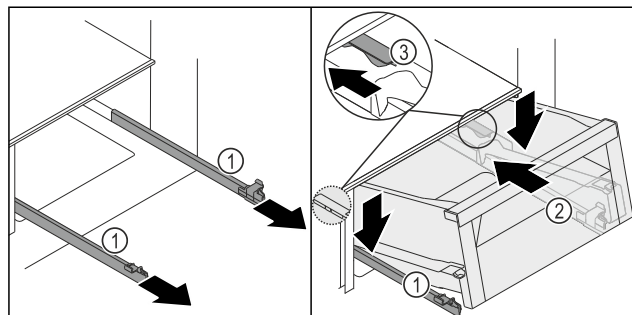
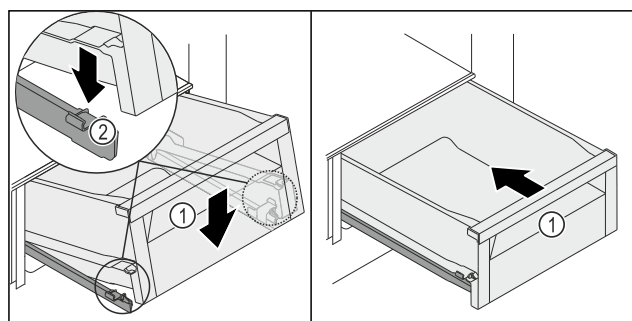

Fig. 200
Fig. 201
- Držite vodila Fig. 200 (1) in predal Fig. 200 (2) od zgoraj za omejevalnikom Fig. 200 (3) položite na vodila Fig. 200 (1).
- Predal Fig. 200 (2) potisnite nazaj po vodilih Fig. 200 (1) do konca.
- Predal Fig. 200 (2) spustite spredaj tako, da predal zdrsne v objemko Fig. 201 (2) na levi in desni.
- Predal Fig. 201 (1) se zadaj slišno zaskoči.
- Vstavite predal Fig. 201 (1).